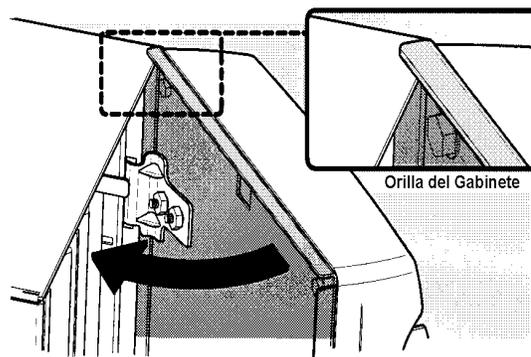

Figura 35
3. Vuelva a colocar la puerta accionadora en su lugar dentro del purificador de aire. **Figura 35**.